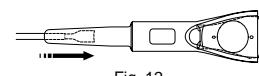

Fig. 12
- Lukk kjevene på innlastingstangen for ICL og TICL og før dem inn i sylinderen fra forsiden av patronen. (Fig. 12)